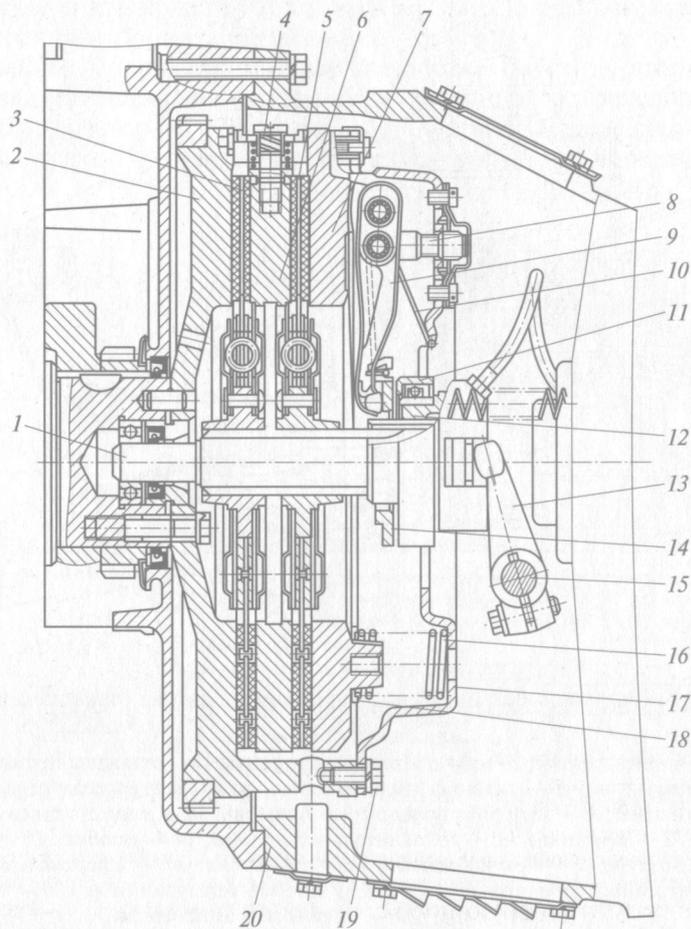

Рис. 2.3. Сцепление в автомобилях семейства КамАЗ:
9. Изучить *сцепление автомобиля КамАЗ-5320* (для изучения использовать рис. 2.3, 2.4)